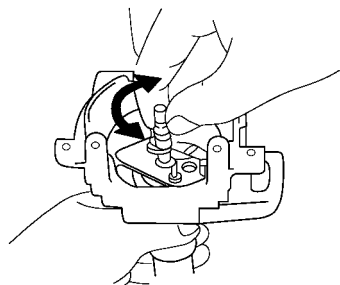

图 5-47 检查调速器轴
(3) 检查调速器轴。转动调速器轴，检查其转动是否正常或磨损，如图 5-47 所示。如果感觉到转动不正常或已磨损，则应更换分电器壳体。